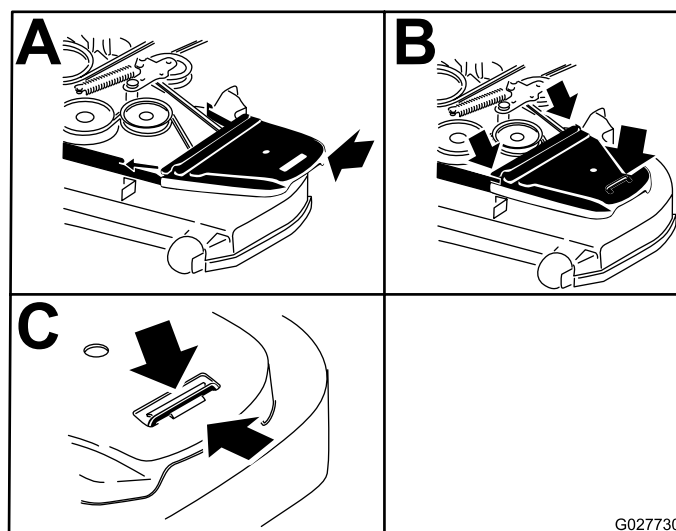

Figura 82
14. Montate i copercinghia e i relativi bulloni (Figura 82).